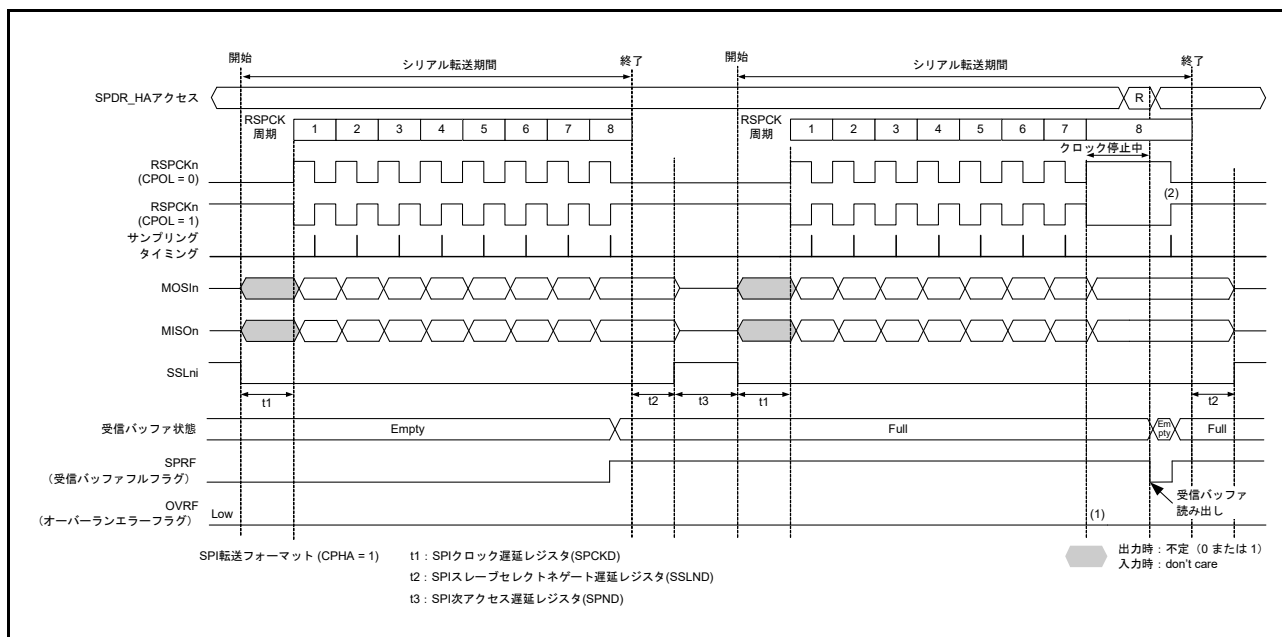
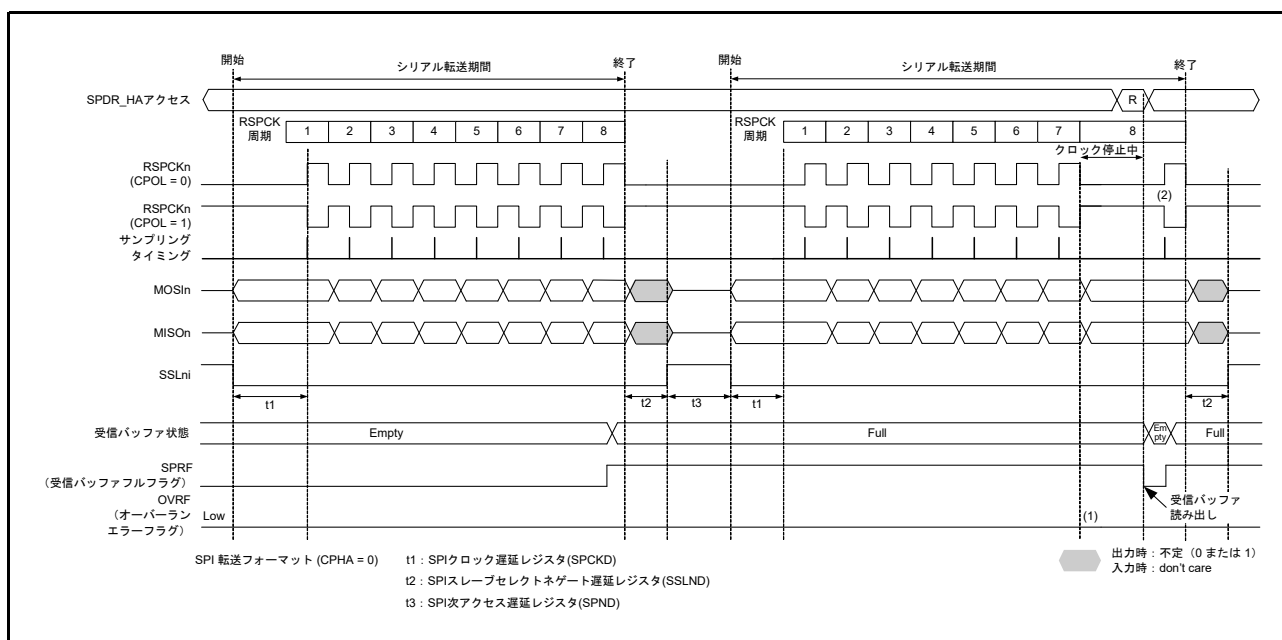

図 31.29 マスタモードの受信バッファフル状態でシリアル転送が継続するときのクロック停止波形 (CPHA = 1)
図 31.30 マスタモードの受信バッファフル状態でシリアル転送が継続するときのクロック停止波形 (CPHA = 0)
マスタモードで RSPCK 自動停止機能を有効にした場合は、オーバーランエラーが発生しません。図 31.29、図 31.30 にマスタモードの受信バッファフル状態でシリアル転送が継続するときのクロック停止波形を示します。
以下に、図 31.29 および図 31.30 の (1)、(2) に示したタイミングでのフラグ動作を説明します。